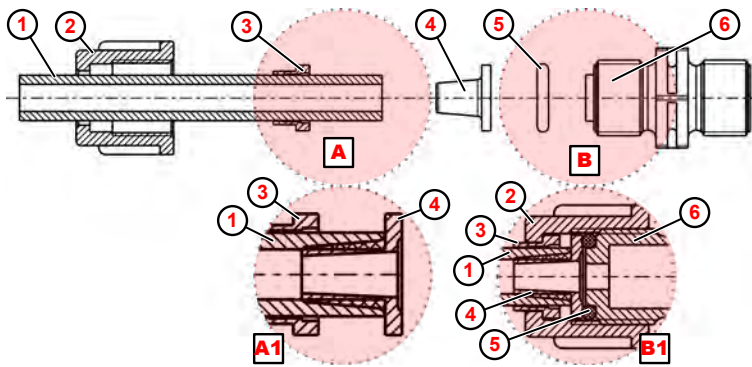

Bild 18: Rör- slanganslutning med kon
1. ➤ Knipsa av slangen (Bild 18 , ①) rakt.
2. ➤ Skjut kopplingsmuttern ② över slangen ① .
3. ➤ Skjut spännedelen ③ över slangen ① .
4. ➤ Skjut slangen ① fram till stoppkanten på konen ④ (detalj Ⓐ1).
5. ➤ Skjut spännelementet ③ mot konen ④ tills man känner av ett motstånd.
6. ➤ Placera o-ringen ⑤ i sug- eller tryckventilens spår ⑥ .
7. ➤ Dra åt kopplingsmuttern ② (detalj Ⓑ1).